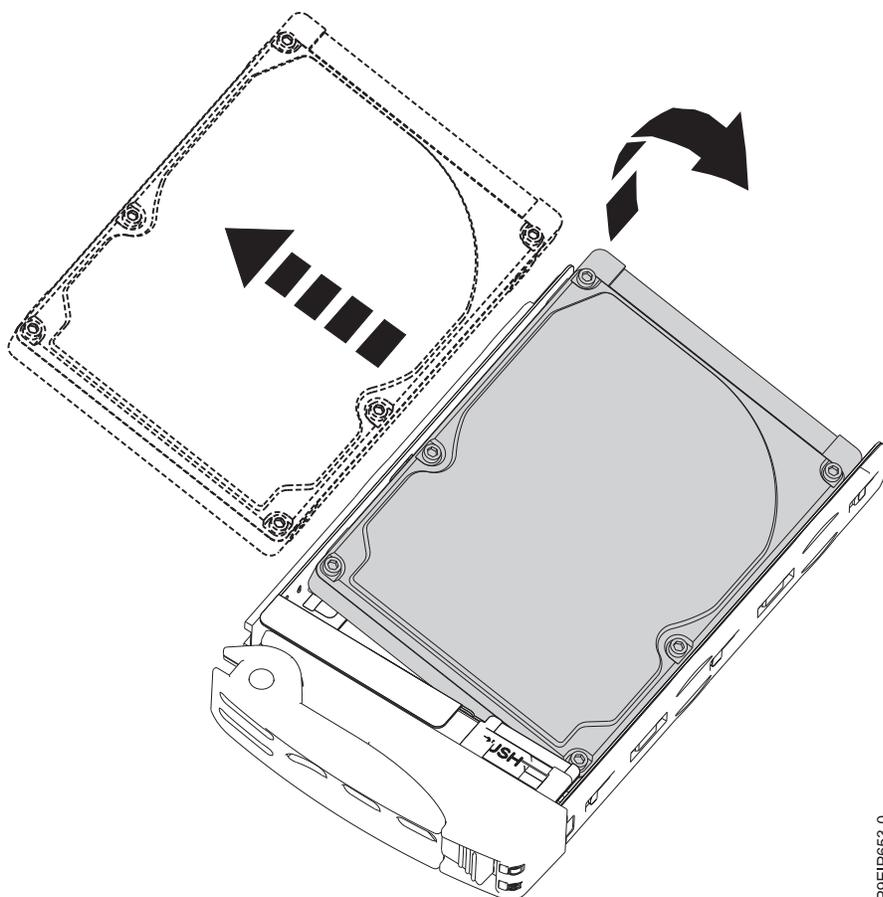

図 13. トレイからの背面ドライブの取り外し
7. ドライブをトレイから持ち上げます (17 ページの図 13 を参照)。